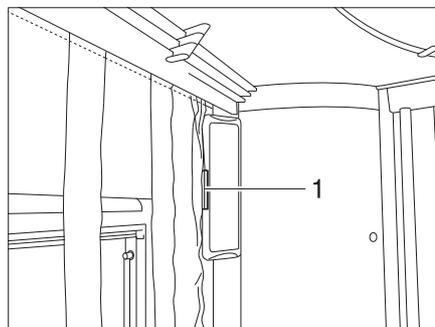

Bild 53 Raffrollos
- schnurbeschwerer (Bild 53,1) nach unten ziehen. Das Rollo wird von den Bändern nach oben gezogen und gerafft.